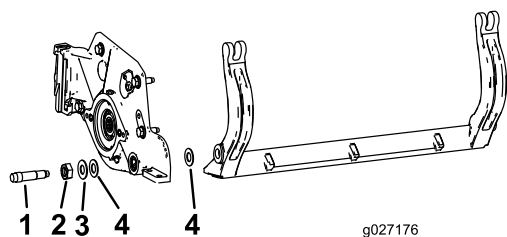

Bild 26
4. Nehmen Sie jede Schraube des Untermesserträgers ab, damit der Untermesserträger nach unten gezogen und von der Maschine entfernt werden kann (Bild 26).
Hinweis: Bewahren Sie die beiden Nylonscheiben und die beiden Scheiben aus gestanzten Stahl an jedem Ende des Untermessers auf (Bild 26).
Hinweis: Legen Sie eine Nylonscheibe an jede Seite des Seitenplattenansatzes. Legen Sie eine Stahlscheibe außen auf jede Nylonscheibe (Bild 26).